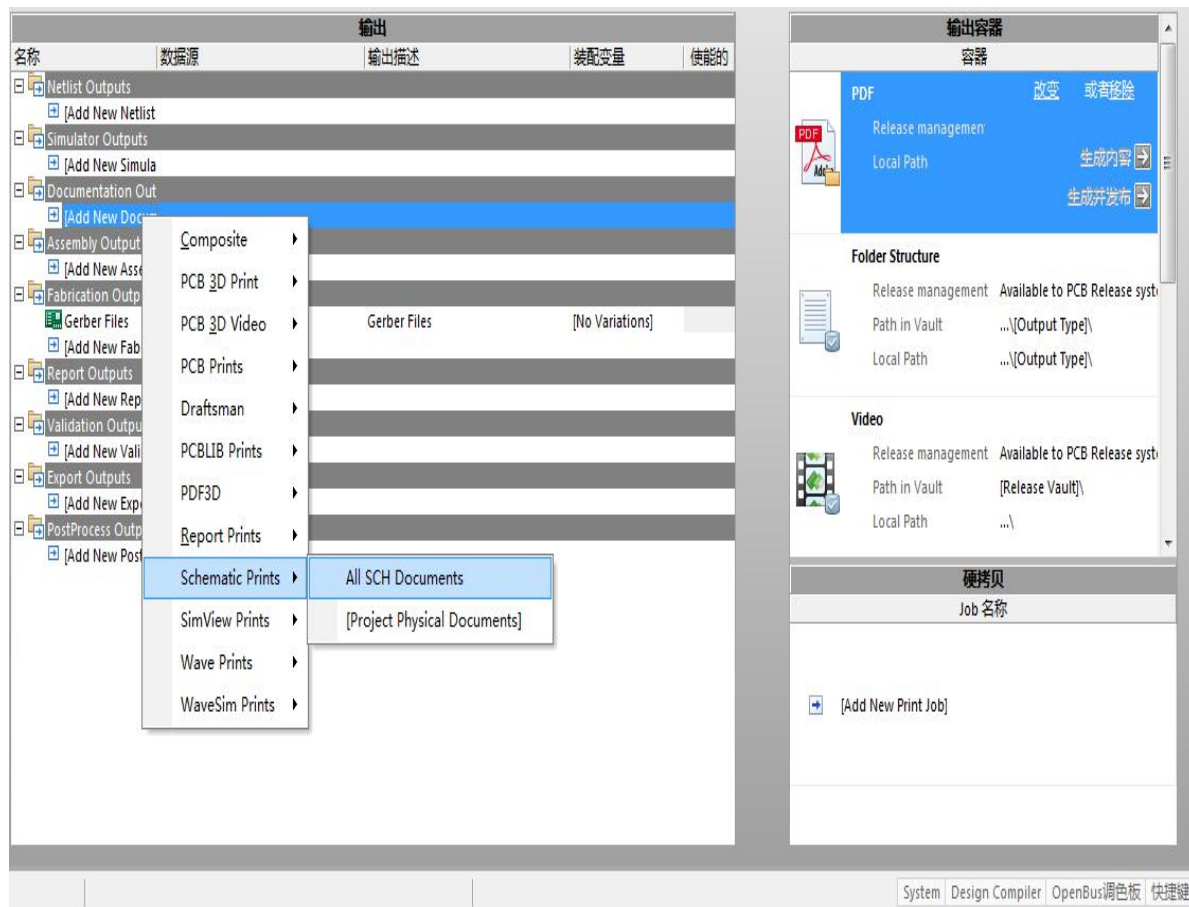
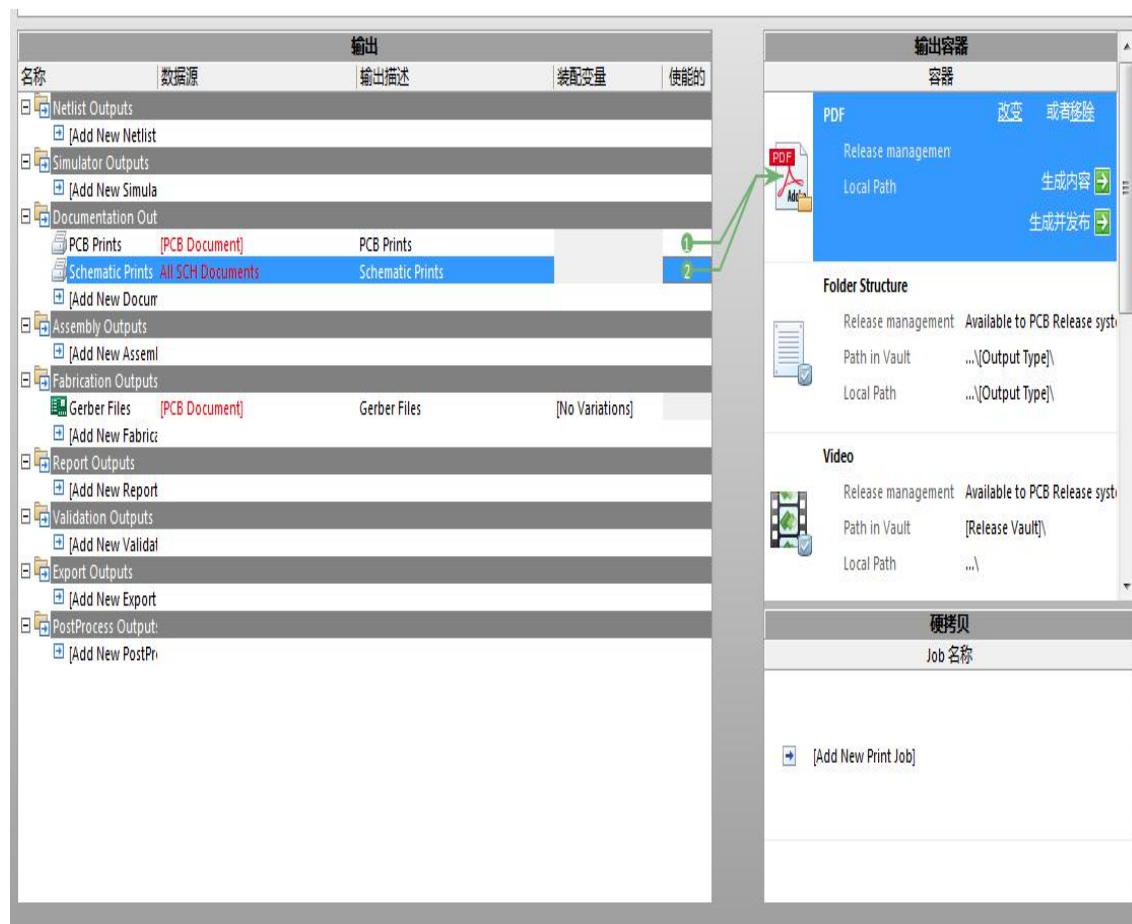

图5-22
图5-24
(1) 在“Add New Document”栏目条上鼠标右击，如图5-22所示，从出现的右键菜单选择“**All SCH Document**”，即将所有原理图添加到输出。
(5) 如图5-22，在右边“输出容器”中选中“PDF”，然后在栏目条“PCB prints”和“Schematic prints”和右边的白色圆点上单击“使能”，则出现指向输出容器的PDF图标的绿线，如图5-24所示。点击“生成内容”按钮即可将所有原理图与PCB图以PDF输出。
（1）如图5-24所示，在“Documentation Out”标题下面，选择“Add New Document”栏目条，